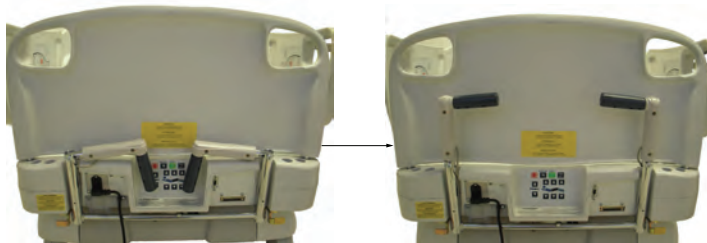

Figure 2-7 : Mise en place des poignées de l'entraînement motorisé Zoom
3. Faire pivoter les poignées de guidage pour les sortir du côté tête du produit (Figure 2-7 à la page 2-27). S'assurer que les poignées se verrouillent en position dépliée.